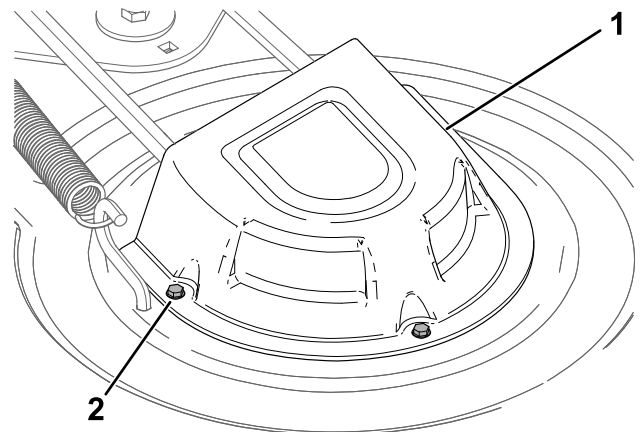

Figure 48
4. Desserrez les vis et déposez les couvercles des poulies (Figure 48).